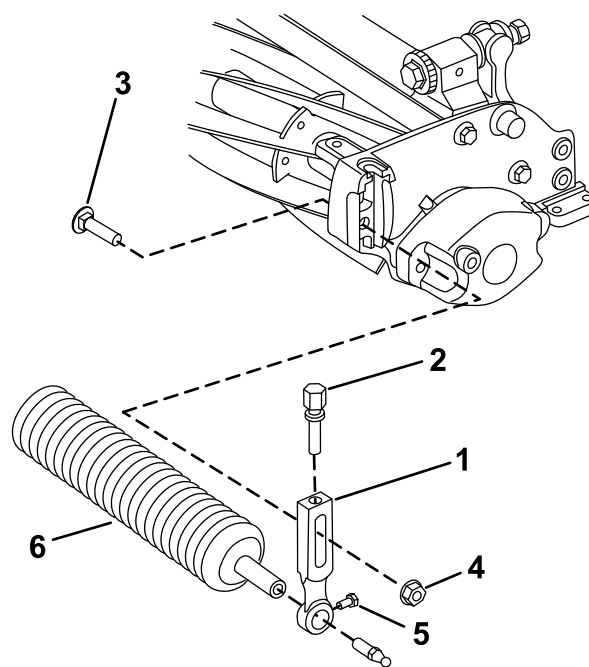

Figura 2
1. Na unidade de corte, desaperte os parafusos de montagem do rolo que prendem cada extremidade do rolo da frente aos braços da altura de corte (Figura 2).
2. Retire os parafusos do arado e porcas flangeadas que prendem os braços da altura de corte a cada extremidade da unidade de corte (Figura 2). Retire os braços da altura de corte e conjunto do rolo.
3. Remova os parafusos de ajuste da altura de corte e os parafusos de montagem do rolo dos braços da altura de corte (Figura 2).